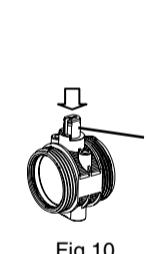

Fig.10
Per sostituire il perno è necessario esercitare pressione sullo stesso, seguendo le indicazioni della Fig. 10. Dopo aver estratto il perno (19) si può procedere alla sostituzione delle guarnizioni (7) Fig. 11.
● Per rimontare il perno, verificare che il filetto dello stesso sia allineato/orientato con gli alloggiamenti dell'imboccatura del corpo (vedere Fig.10).